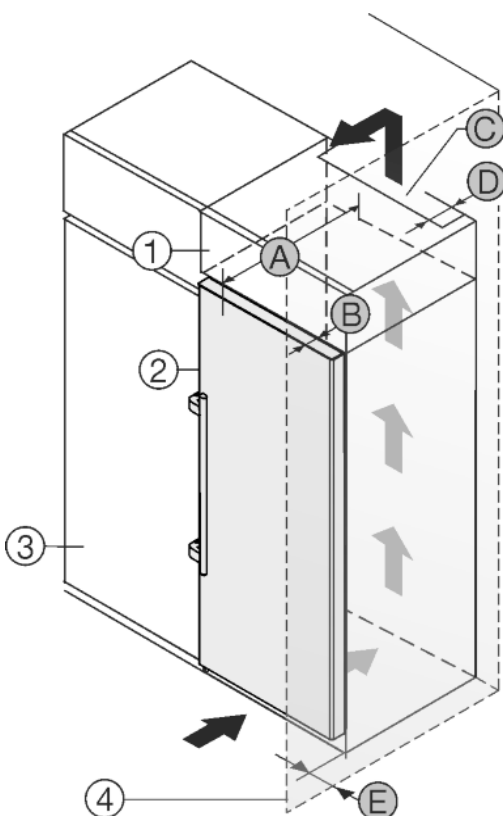

Fig. 30
Das Gerät kann mit Küchenschränken umbaut werden. Um das Gerät Fig. 30 (2) der Küchenzeilenhöhe anzugleichen, kann über dem Gerät ein Aufsatzschrank Fig. 30 (1) angebracht werden.
Das Gerät kann direkt neben dem Küchenschrank Fig. 30 (3) aufgestellt werden. Um die Türe vollständig öffnen zu können, muss das Gerät um die Tiefe Fig. 30 (B) gegenüber der Küchenschrankfront vorstehen. Abhängig von der Tiefe der Küchenschränke und Verwendung von Wandabstandhaltern kann das Gerät weiter herausragen.
- An der Rückseite des Aufsatzschrankes muss ein Abluftschacht mit der Tiefe Fig. 30 (D) über die gesamte Aufsatzschrankbreite vorhanden sein.
- Unter der Raumdecke muss der Entlüftungsquerschnitt Fig. 30 (C) eingehalten werden.
Wenn das Gerät mit den Scharnieren neben einer Wand Fig. 30 (4) aufgestellt wird, muss der Abstand Fig. 30 (E) zwischen Gerät und Wand eingehalten werden. Dies entspricht dem Griffüberstand bei geöffneter Tür.